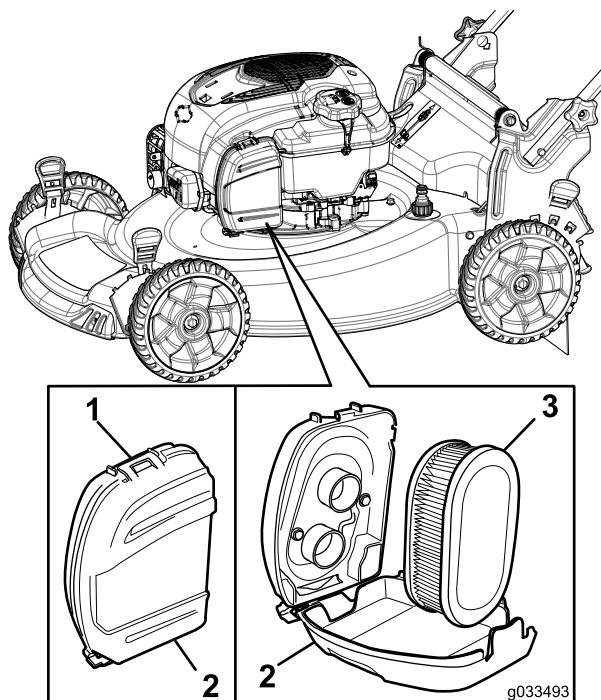

Figura 26
- Sbloccate la parte superiore del coperchio del filtro dell'aria (Figura 26).
- Rimuovete il filtro (Figura 26).